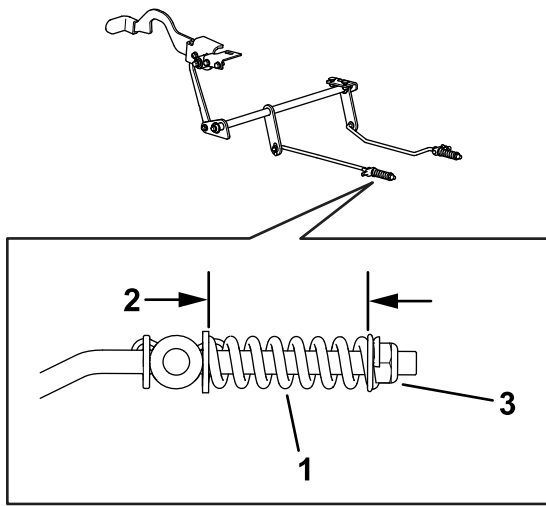

Figure 61
8. Contrôlez les deux longueurs de ressort comme montré à la Figure 61. Si un réglage est nécessaire, tournez l'écrou de maintien du ressort dans le sens horaire pour raccourcir le ressort, et dans le sens antihoraire pour l'allonger. Répétez l'opération 6.